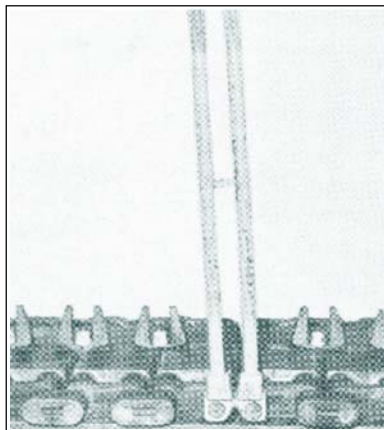

Fig 6-18. Montagem da lagarta
(1) alinhar os elementos da lagarta e os conectores de um lado com a ajuda de um medidor de afastamento;
(2) deslocar lateralmente o elemento que será acoplado até que este medidor se adapte firmemente nas duas extremidades dos eixos do patim (o espaçamento do conector é determinado pelo medidor);
(3) do lado oposto, colocar a ferramenta de montagem da lagarta, reaproximar os dois braços da ferramenta até que a ligação destes braços possa ser efetuada pela trava horizontal; (Fig 6-18)